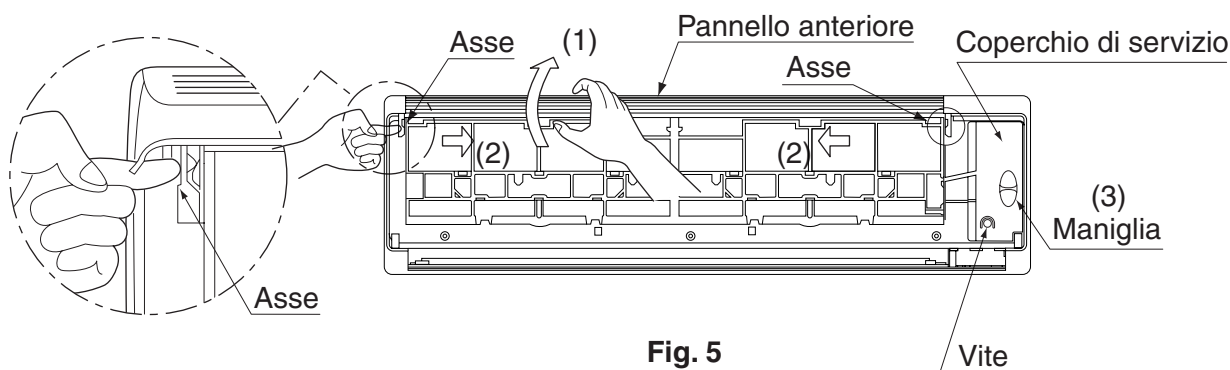

Fig. 5
(4) Rimuovere il pannello anteriore e il coperchio di servizio. (Fare riferimento alla Fig. 5)